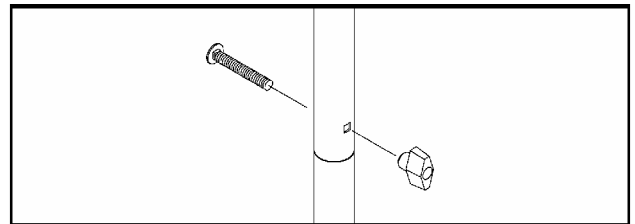

Рис. 2. Фиксация рукоятки
2. Вставьте болты с квадратным подголовком через отверстия с внешней стороны мойки и установите барашковые гайки с внутренней стороны (рис. 2). Затяните рукой.